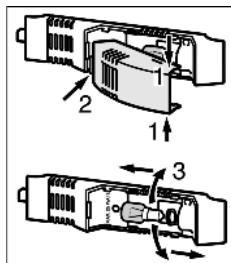

Fig. 18
- Возьмитесь за крышку лампы сверху и снизу Fig. 18 (1).
- Выведите крышку лампы сзади из зацепления и снимите Fig. 18 (2).
- Замените лампу Fig. 18 (3).